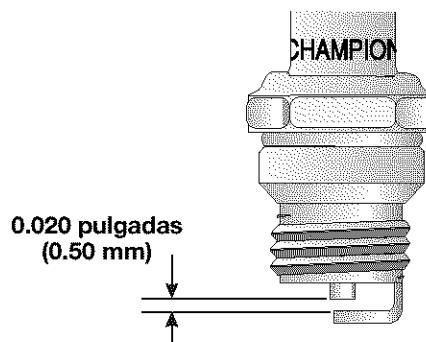

Fig. 28
Use una bujía Champion RDJ7Y (o similar). La separación correcta de aire es **0.020 pulg. (0.50 mm)**. Saque la bujía cada **25 horas** de operación e inspeccione su condición (Fig. 28).
3. Fije la separación de aire en **0.020 pulg. (0.50 mm)** con una galga de alambre (Fig. 28). Instale una bujía de encendido con la separación adecuada en la cabeza del cilindro. Ajústela a **110-120 pulg.·libras (12.3-13.5 N·m)**.